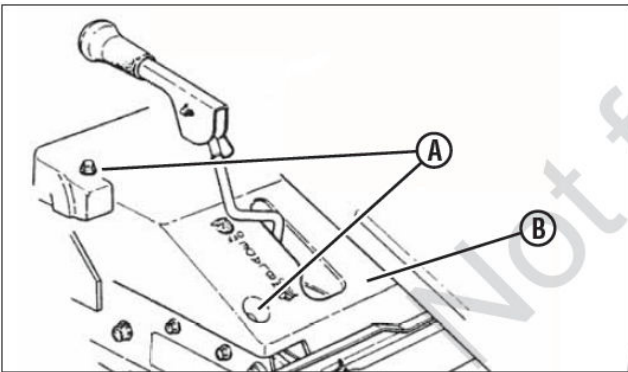

Рис. 21. Снятие крышки приводного ремня
2. Открутите четыре саморезных винта (А, рис. 21), по два с каждой стороны кожуха ремня привода ножа (В).